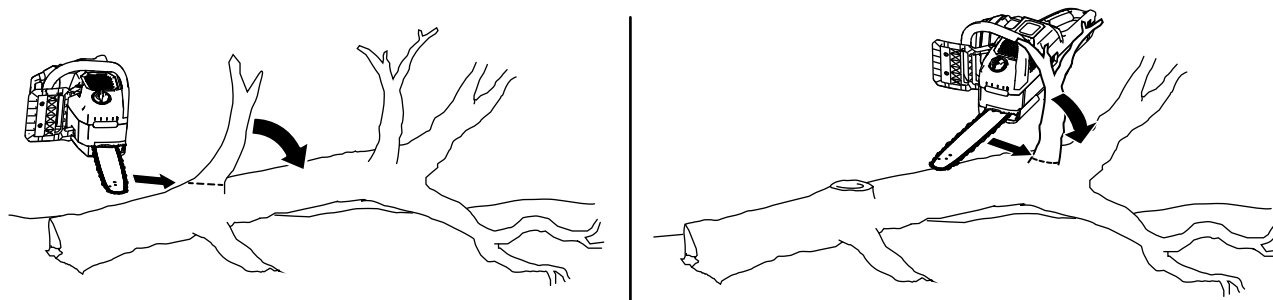

Figura 18
2. Trabajando desde la base del árbol hacia arriba, corte las ramas más pequeñas del árbol que no soportan el peso del árbol sobre el suelo (Figura 18).